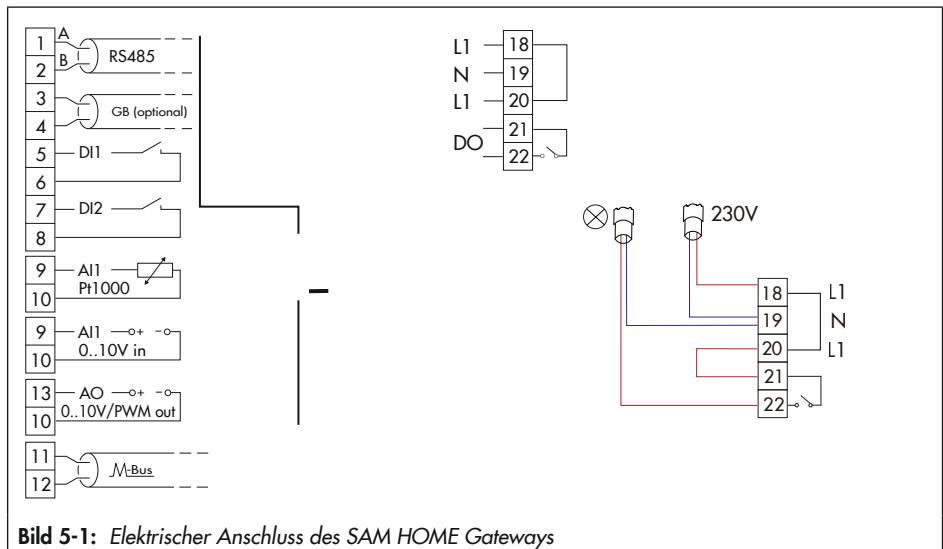

Bild 5-1: Elektrischer Anschluss des SAM HOME Gateways
3. Ggf. an vorgesehener Stelle mit den angegebenen Maßen Löcher bohren, vgl. Bild 5-1.
- Anschlussbild (vgl. Bild 5-1) beachten.